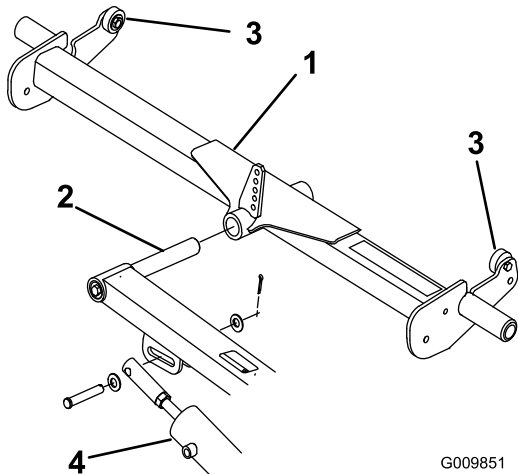

Figura 3
- 1. Deslice el bastidor trasero sobre la varilla de pivote del brazo de elevación trasero (Figura 3). No instale el bastidor en la unidad de corte en este momento.
entre en contacto con la parte inferior del estribo (Figura 3).
- A. Retire el pasador que fija el extremo del émbolo del cilindro de elevación al brazo de elevación (Figura 3).
- D. Apriete la tuerca hexagonal y conecte el extremo de la varilla del cilindro al brazo de elevación (Figura 3).